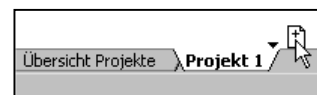

Bild 7: Tabellenblatt kopieren.
3. Ziehen Sie nun mit gedrückter linker Maustaste das Musterblatt nach rechts und legen Sie die Kopie neben dem Original ab. Die Maus verändert bei dieser Drag & Drop-Aktion ihr Aussehen und nimmt – wie in Bild 7 zu sehen – die Form eines Blatts mit einem Pluszeichen an. Das Plus gibt Auskunft darüber, dass Sie sich im Kopiermodus befinden, was Sie durch das Halten der *Strg*-Taste bewirken.